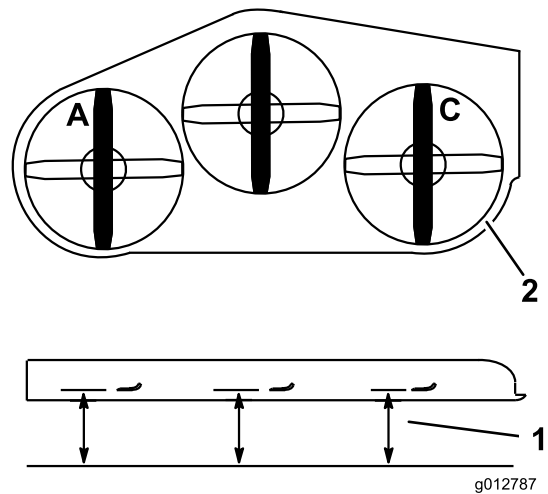

Figure 85
- Tournez la lame gauche dans le sens longitudinal (Figure 85).
- Mesurez et notez la distance au point **A** entre la surface plane et le tranchant de la pointe de la lame gauche (Figure 85).
- Tournez la lame droite dans le sens longitudinal (Figure 85).
- Mesurez et notez la distance au point **C** entre la surface plane et le tranchant de la pointe de la lame droite (Figure 85).
2. Tournez la lame gauche dans le sens longitudinal (Figure 85).
3. Mesurez et notez la distance au point **A** entre la surface plane et le tranchant de la pointe de la lame gauche (Figure 85).
4. Tournez la lame droite dans le sens longitudinal (Figure 85).
5. Mesurez et notez la distance au point **C** entre la surface plane et le tranchant de la pointe de la lame droite (Figure 85).